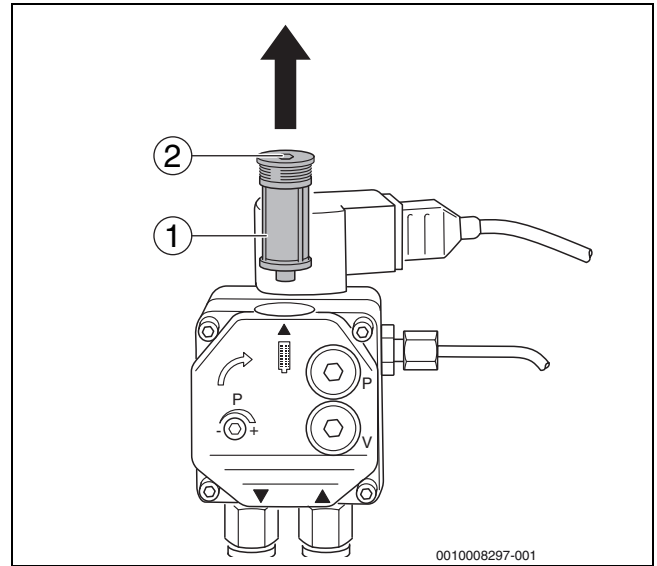

Fig. 30 Controllo del filtro della pompa - pompa del gasolio Danfoss
- Allentare la vite ad esagono cavo sulla parte superiore (→ fig. 30, [2]).
- Estrarre il filtro della pompa del gasolio (→ fig. 30, [1]) tirando verso l'alto.
- Pulire il filtro della pompa gasolio (→ fig. 30, [1]) con benzina da lavaggio, eventualmente sostituirlo e rimontarlo nella pompa del gasolio.